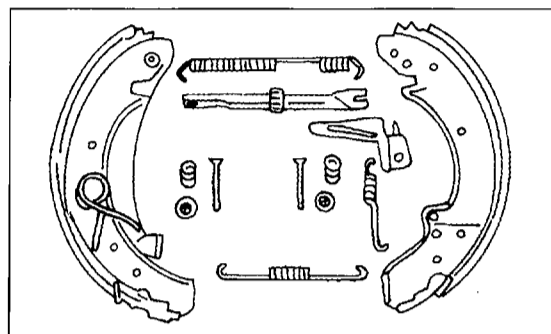

Bild 303
- Bremsbacken unten in das Widerlager heben und die Backen an der Bremsträgerplatte befestigen. Dazu die Ankerstifte von der Rückseite einsetzen und vorn die Feder und den Federsitz aufsetzen. Den Ankerstift von hinten gegenhalten, den Federsitz mit einer Zange erfassen und über den Stift drücken. Wenn der Stift durch die Öffnung durchkommt, den Federsitz verdrehen, bis er mit dem Stift gesperrt ist. Zu dieser Arbeit gibt es ein spezielles Werkzeug, welches man in der in Bild 303 gezeigten Weise ansetzt und danach dreht.